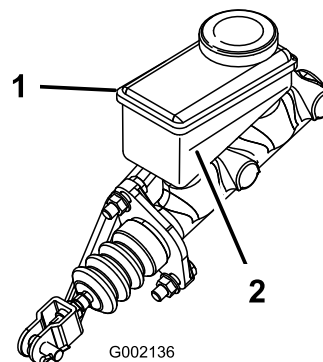

Figura 18
3. Observe o nível do fluido na parte lateral do reservatório (Figura 18).
- B. Adicione fluido de travões DOT 3 ao reservatório até o nível do fluido estar acima da linha de mínimo (Figura 18).
5. Instale a tampa de borracha na parte superior do painel (Figura 18).